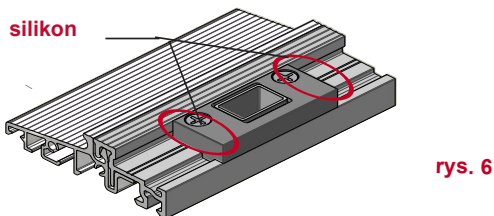

rys. 5
- **Silikonuj** wszystkie miejsca styku listwy klipsującej z zaczepami i łącznikami progów. (rys. 5)